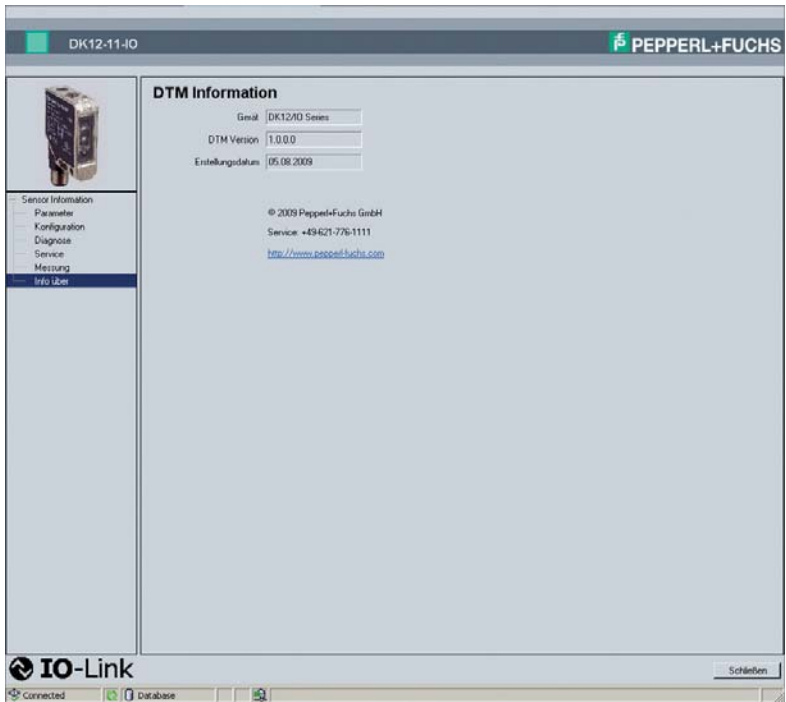

Bild 7.6: Menüpunkt **Info über**
- Falls keiner der vorherigen Punkte zum Ziel geführt hat, nehmen Sie Kontakt zum Service-Center auf. Halten Sie, wenn möglich, die Typenbezeichnung und Firmware-Version des Sensors bereit, siehe Bild 7.5 auf Seite 25 und siehe Bild 7.6 auf Seite 27.